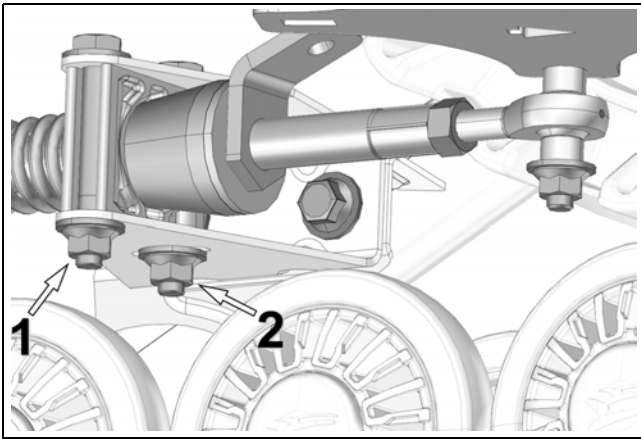

Figure 16
- Resserer les écrous (1) et (2) de l'ancrage antirotation à un couple 50 N•m [37 lb-pi]. Voir la Figure 16.